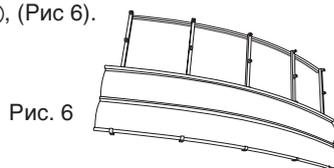

Рис. 6
b) drugi panel ③ stroną z większą faldą zatrzaśkujemy na wcześniej zamontowanym pierwszym panelu; mniejszą faldę zatrzaśkujemy na zatrzasku górnym, (Rys. 6).